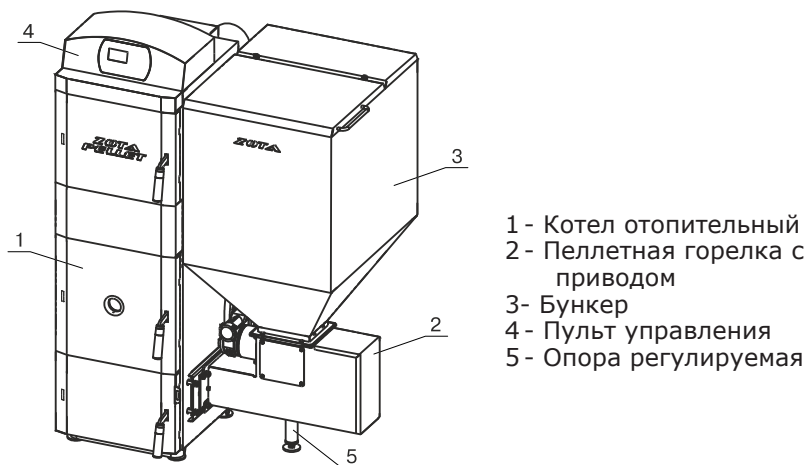

Рис.1 Котел пеллетный в сборе
5.1. Пеллетный котел в сборе (рис.1) состоит из котла отопительного (поз. 1), пеллетной горелки с приводом (поз.2), бункера (поз.3) (с возможностью установки на него дополнительной секции для увеличения его объема) и пульта управления (поз.4).
6.1.5. Соедините пеллетную горелку с котлом, выставите ее по уровню с помощью регулируемой опоры (поз.6, Рис.1) и зафиксируйте четырьмя гайками М10 с шайбами (см.комплект поставки № п/п 6, 7, 8,9). Установите заглушку окна пеллетной горелки (п/п 1.9, табл.2) на противоположной стенке корпуса котла и зафиксируйте четырьмя гайками М10 с шайбами (см.п/п 6, 7, 8,9, табл.2). Установите кожух на заглушку окна пеллетной горелки.